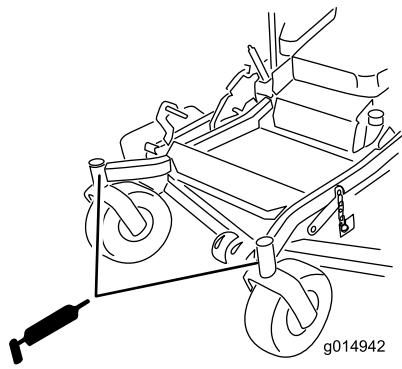

Figure 35
9. Remettez le bouchon hexagonal et le capuchon antipoussière en place (Figure 35).